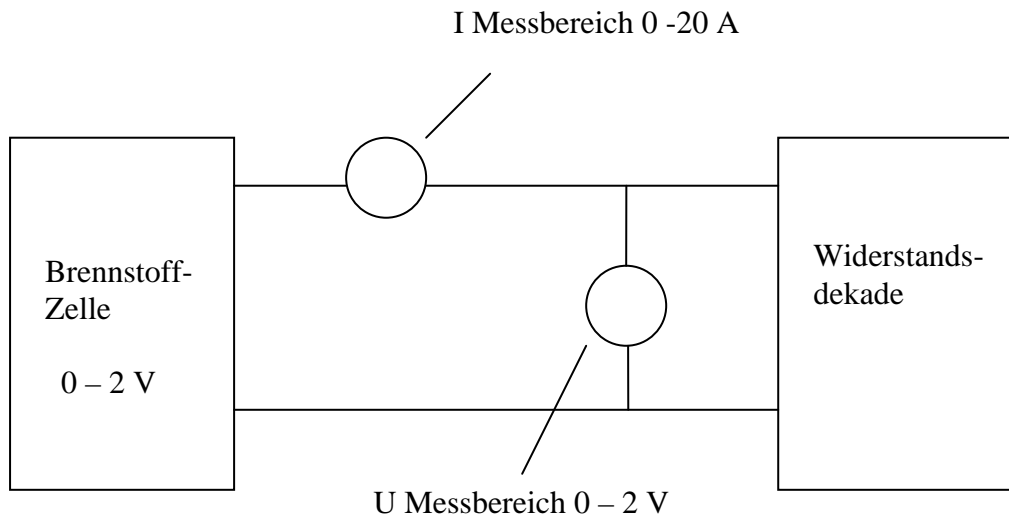

Abbildung 5: Messaufbau
- Schließen Sie Strom- und Spannungsmessgeräte gemäß Abbildung 5 an.